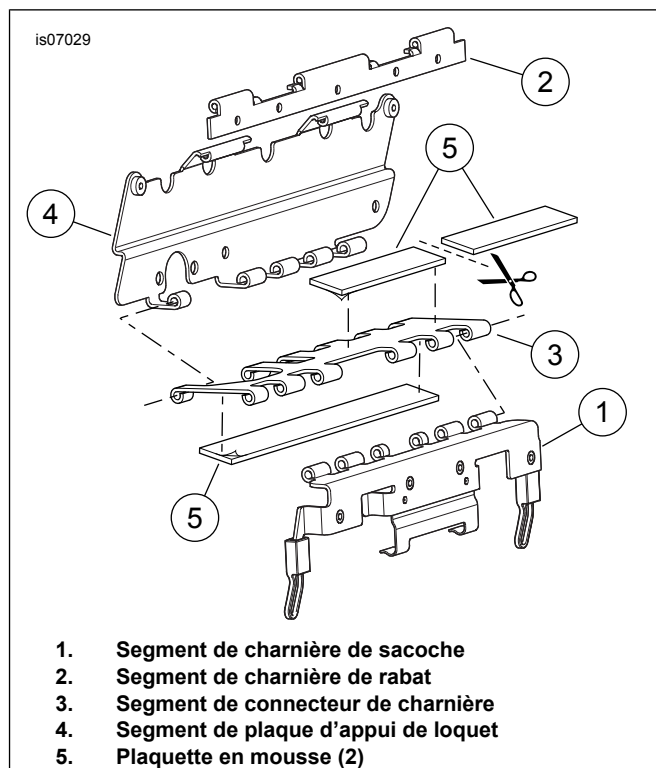

Figure 4. Installer les coussinets en mousse sur la charnière du loquet de sacoche (côté gauche illustré)
Voir Figure 4. La charnière du loquet de sacoche est illustrée avec les goupilles retirées pour plus de clarté.
15. Prendre deux coussinets en mousse (Figure 7, élément 12) du kit. Couper un morceau en deux moitiés, tel qu'illustré dans Figure 4. Retirer la garniture du support adhésif du coussinet **non coupé** et apposer sur le côté plat du segment du connecteur de la charnière du loquet (3). Retirer la garniture du support adhésif d'un coussin coupé et apposer sur le côté avec charnière du segment de connecteur de loquet, tel qu'illustré.